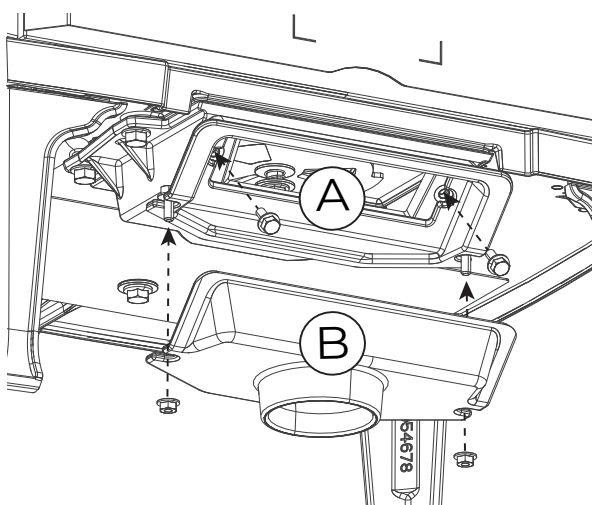

Fig. 5.11
3	Gire el adaptador (B) y la máscara (A) en 180° y vuelva a colocarlos en la parte inferior de la estufa con los mismos tornillos retirados anteriormente (Fig. 5.11)